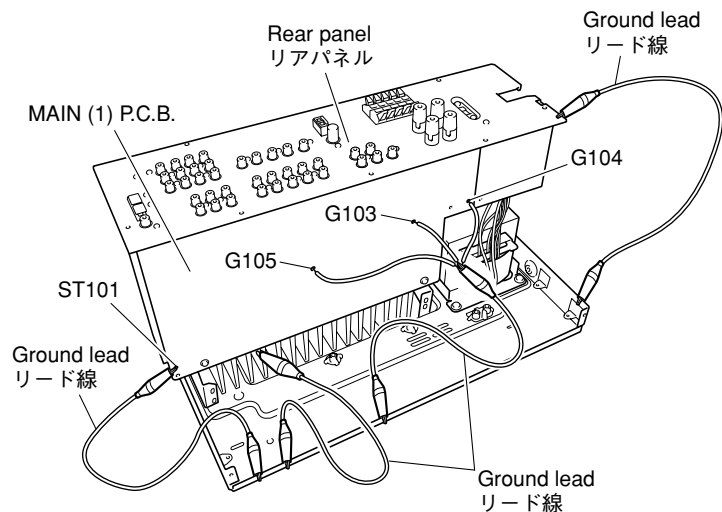

Fig. 5
- d. Place the P.C.B. upright. (Fig. 5)
Be sure to connect the ground of heat sink, rear panel and MAIN (1) P.C.B. (G103, G104, G105 and ST101) to the chassis with a ground lead or the like. (Fig. 5)
- d. P.C.B.を立ち上げて置きます。(Fig. 5)
- e. シャーシから外したリアパネルおよびP.C.B.はアースが浮いて動作しませんので、ヒートシンク、リアパネルおよびMAIN(1)P.C.B.のG103、G104、G105、ST101のアースをリード線等でシャーシに接続してください。(Fig. 5)